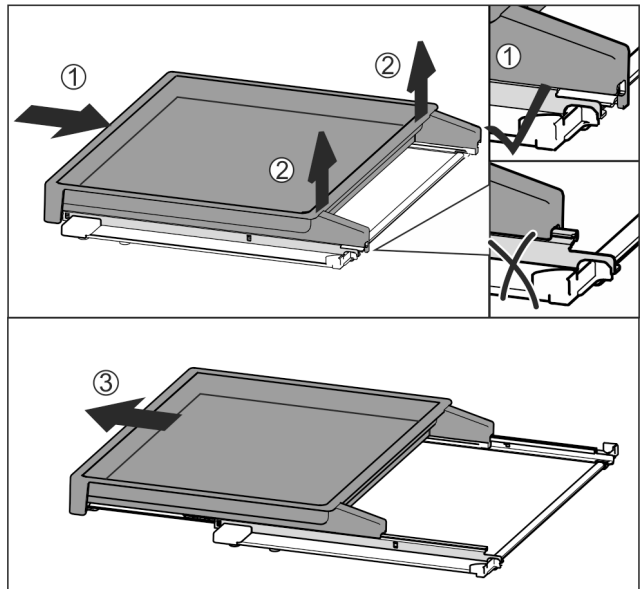

Fig. 78
- ▶ Повністю вставте витяжну панель Fig. 78 (1).
- ▶ Відпустити фіксатор на задній стороні Fig. 78 (2).
- ▶ Потягніть витяжну панель вперед Fig. 78 (3).